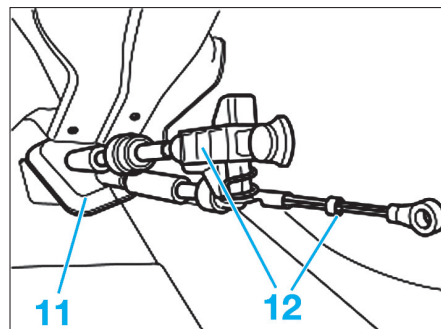

Fig. 66
- Déboîter le joint en caoutchouc (11) (Fig.66).